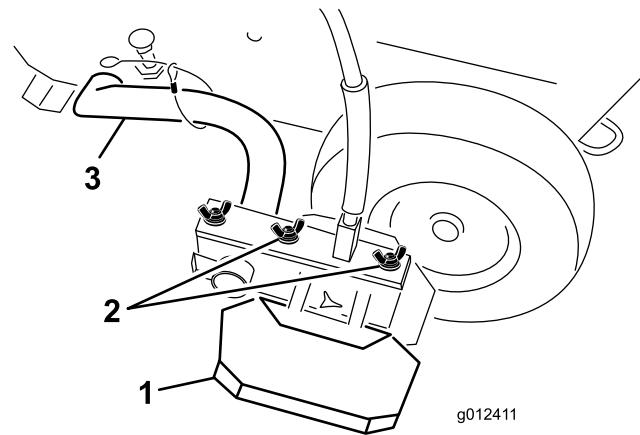

Figura 23
- Afloje las tuercas que sujetan las pantallas al brazo (Figura 23).
- Mueva las pantallas (Figura 23) hacia adentro o hacia fuera hasta obtener la anchura de línea deseada. Asegúrese de que cada pantalla quede a la misma distancia de la boquilla de pulverización.